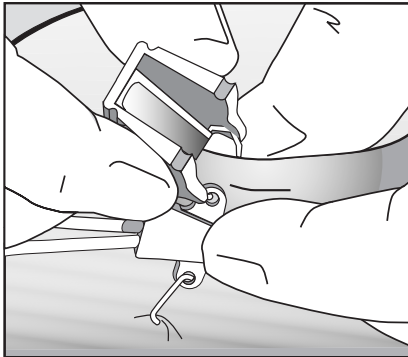

Figura 1
2. Infilare uno dei puntali del punto metallico attraverso uno degli occhielli di sutura situati ai lati del connettore del catetere (vedere la Figura 1).